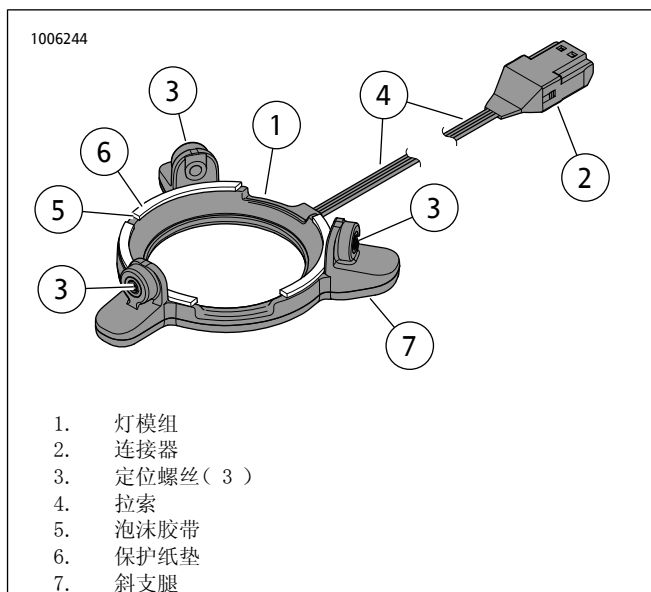

图4。Stage II边箱扬声器LED灯
9. 参见图4。从灯模组(1)背面的泡沫胶带(5)去掉保护纸垫(6)。